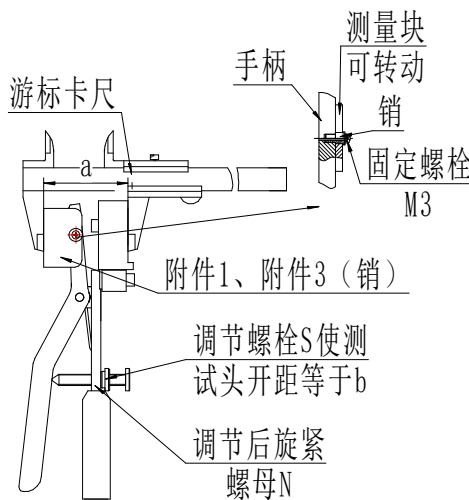
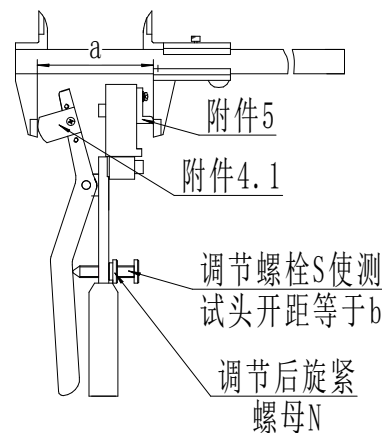
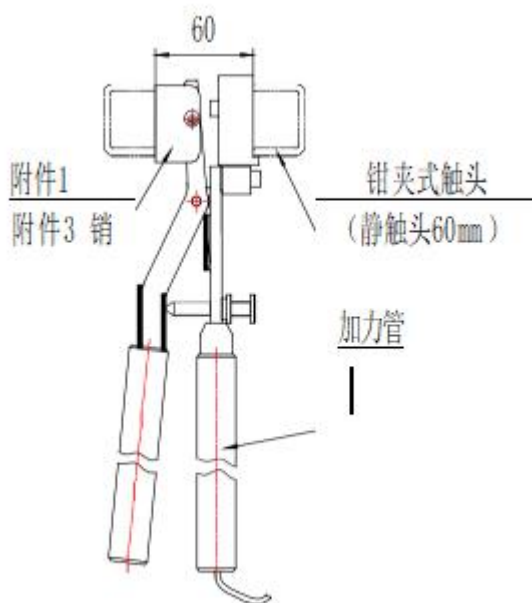
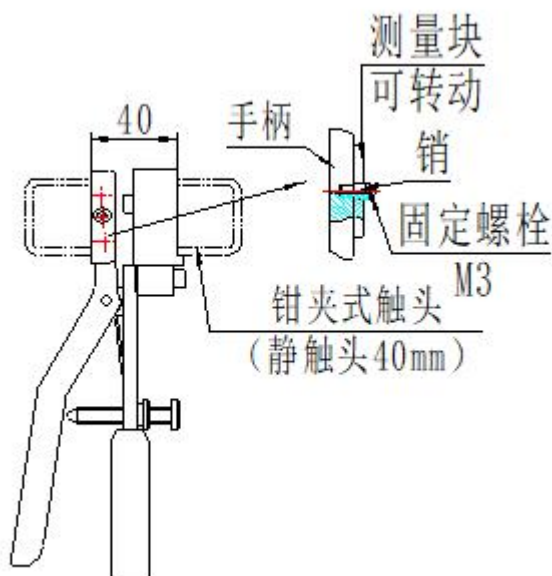

图 3 模拟触头宽度测量示意图
图 4 模拟触头宽度测量示意图
图 5 折臂式隔离开关（静触头 60mm，如 GW22B-252）测量示意图
图 6 折臂式隔离开关（静触头 40mm，如 GW22B-126）测量示意图
4.1.2 根据触头宽度  $b$ ，调整测试仪测试钳（下面称之为模拟触头）的宽度  $a$ ，（见图 3、图 4），使  $a=b$ ；
4.1.3 图 3 是用于 GW16、GW22、GW6 等折叠式、剪刀式隔离开关模拟触头的调整方法，拆除附件 4、附件 5，装上附件 1、附件 3 销（“1”用于静触头直径 60mm 的刀闸，静触头直径 40mm 的刀闸装附件 2、附件 3 销），将卡尺锁定在  $a$  上，卡住模拟触头，再缓慢调节螺栓  $S$ ，调好后锁紧螺母  $N$ 。测量示意图见图 5、图 6 和图 7。
4.1.4 图 4 是用于 GW4、GW5、GW7 等转入式隔离开关模拟触头的调整，装上附件 4.1（4.1 用于触头宽度 58-70mm 的刀闸，4.2 用于触头宽度 70-83mm 的刀闸），将卡尺锁定在 a 上，卡住模拟触头，再缓慢调节螺栓 S，调好后锁紧螺母 N。测量示意图见图 8、图 9。